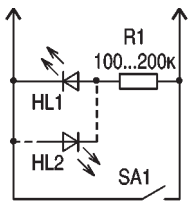

рис.1
**"Светлячок" в выключателе** (рис.1) журнал МК 11/89 с.46